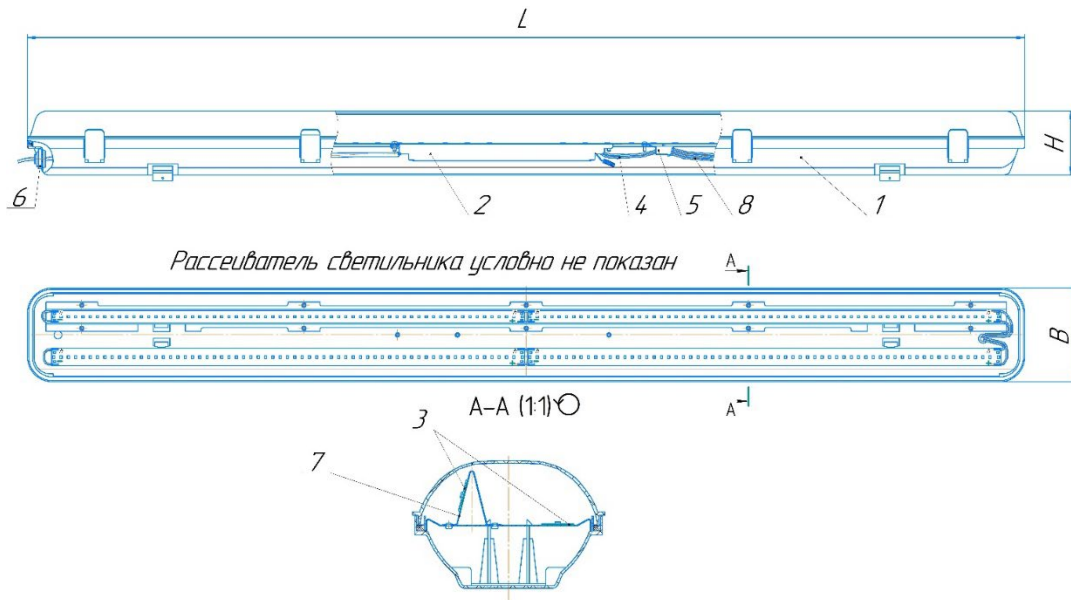

Рисунок 1 – Конструкция светильника
В корпусе (1) установлен источник питания светодиодов (2). На специальной пластине (7) закреплены светодиодные линейки (3). Форма пластины (7) обеспечивает разные углы светового потока от разных групп светодиодных линеек (3), что отражено на кривой распределения света (см. рисунок 1). Провода от источника питания светодиодов (4) и светодиодных линеек (8) подключаются к клеммной колодке (5). Подвод питающего кабеля осуществляется через гермоввод (6).